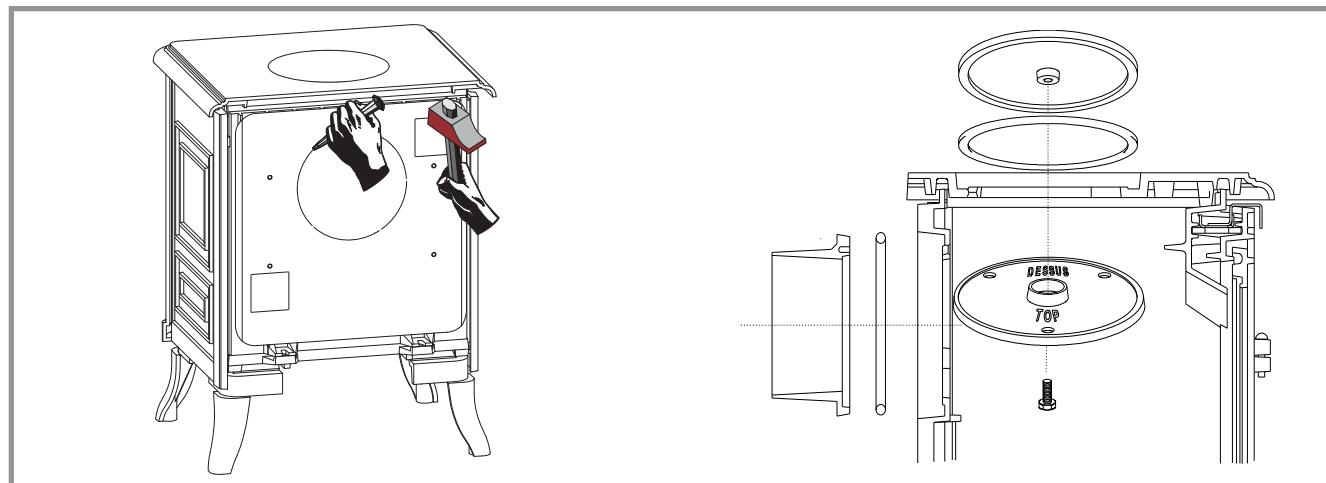

Figura 5 - Invio dei fumi sul retro
2.4.2. Montaggio dell'ugello alla parte posteriore (figura 5)